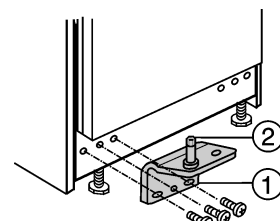

Fig. 9
- Coloque en el cojinete inferior de la puerta el perno de bisagra Fig. 9 (2) situado en el soporte de cojinete Fig. 9 (1) con la arandela.
- Atornille el soporte de cojinete Fig. 9 (1) (con 4 Nm) para fijarlo.